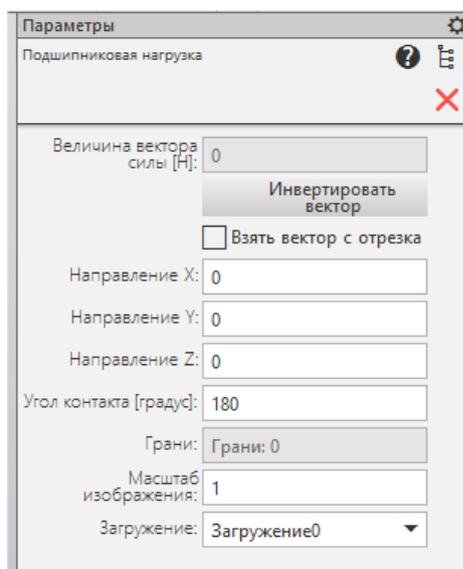

Рис. 3.14. Задание подшипниковой нагрузки
**Подшипниковая нагрузка** - выбрав данную команду, Вы сможете задать подшипниковую нагрузку (Рис. 3.14). Подшипниковая нагрузка предназначена для вычисления контактных усилий от действия радиальной силы на подшипник.